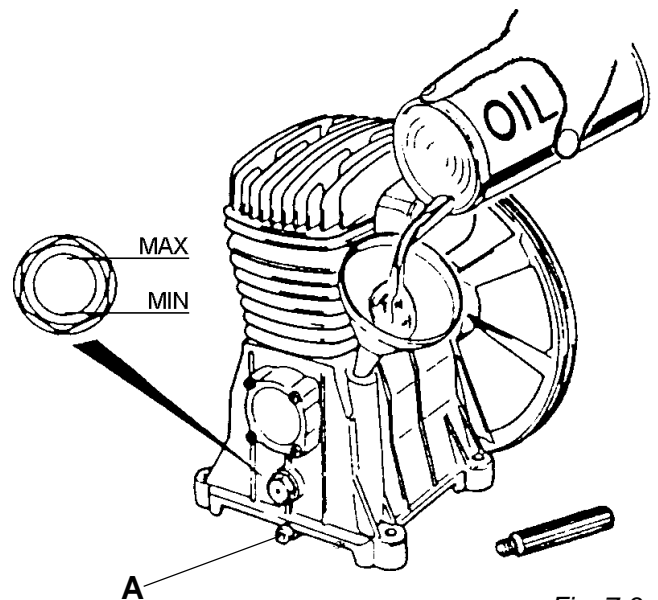

Fig. 7-3
### I 7.3. Cambio olio - Rabbocco olio (fig. 7-3)
### GB 7.3. Replacing oil - Pouring oil (fig. 7-3)
### F 7.3. Remplacement de l'huile - Remplissage d'huile (fig. 7-3)
### D 7.3. Ölwechsel - Zufüllung (Bild 7-3)
**E 7.3. Cambio de aceite - Añadido de aceite (fig. 7-3)**
**N 7.3. Oljeskift/avtapping (fig. 7-3)**